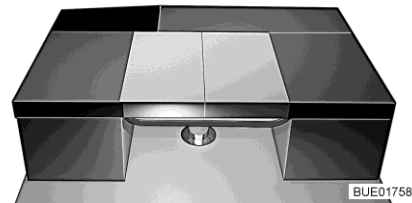

Fig. 158 Después de la transformación
- Colocar el cojín del respaldo del banco lateral en la mesa de modo longitudinal (véase Fig. 158).